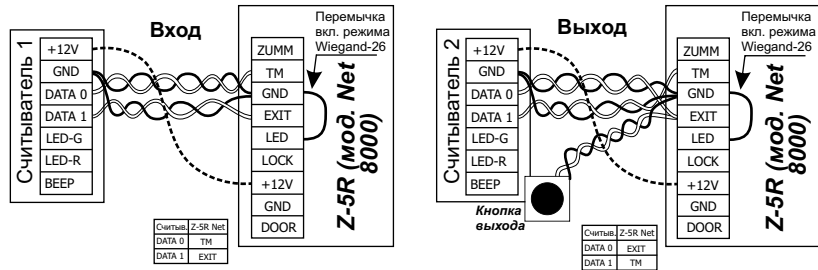

Рис.4 Подключение считывателей к контроллеру по протоколу Wiegand-26
- на входе - считыватель Matrix-II (мод. Е) (или считыватель CP-Z при скрытой проводке) (см. рис.4);
При подключении считывателя по протоколу Wiegand требуется две витых пары. По одному из проводов каждой пары используются для соединения клемм GND считывателя и контроллера. Вторые провода каждой пары соединяют выходы считывателя DATA0 и DATA1 со входами TM и EXIT контроллера (см.рис.4). Какой выход с каким входом нужно соединять определяется тем, где установлен считыватель, на входе или выходе. Кроме того следует установить перемычку между клеммами LED и GND контроллера, чтобы указать, что считыватели подключены по протоколу Wiegand.